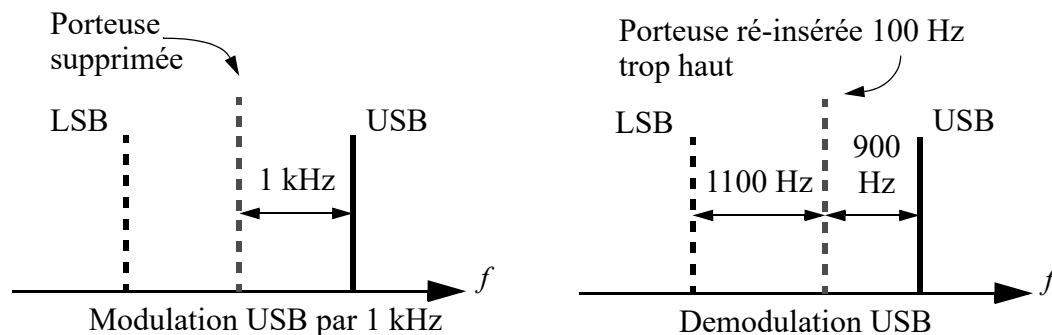

Figure 5.23 À gauche, modulation USB par un signal de 1 kHz. À droite, exemple de démodulation, mais avec la porteuse (BFO) ré-insérée 100 Hz trop haut.
- 5.23** Lors du processus de modulation AM, les signaux BF de modulation se retrouvent de part et d'autre de la porteuse (qui sera supprimée dans le cas de la BLU). La distance (fréquentielle) est égale vers le haut (bande latérale supérieure) et vers le bas (bande latérale inférieure) et correspond à la fréquence du signal de modulation (**Figure 5.23** – gauche).
Si l'on décale la fréquence de réception de Δ Hz vers le haut, l'écart entre la porteuse localement régénérée (fréquence de réception) et le signal reçu va diminuer de Δ Hz. Ceci va décaler le signal démodulé vers le bas dans le cas de la bande latérale supérieure – USB (translation de la gamme de 300 Hz à 3000 Hz vers 300 Hz – Δ Hz à 3000 Hz – Δ Hz) voir **Figure 5.23** – droite. Voir aussi réponses **6.20** * page 89 et **6.29** * page 91. Ici la bonne solution est a).